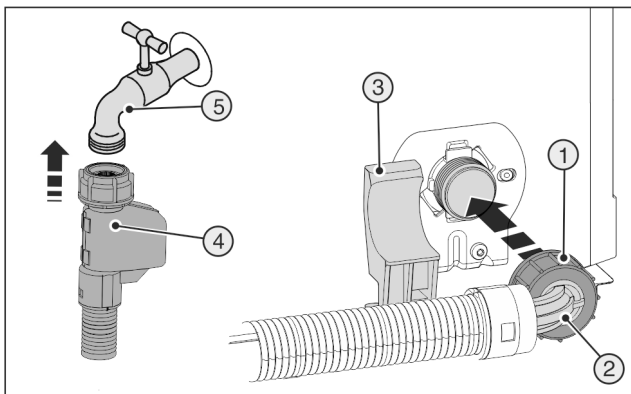

Fig. 22
- ▶ Racordați capătul drept al furtunului Fig. 22 (4) la robinetul de închidere Fig. 22 (5).